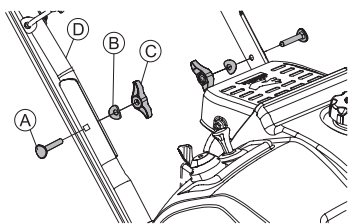

Рис. 3
2. Зафиксируйте верхнюю ручку (D) на нижней части рукоятки с помощью болтов M8 x 55 (A), двух шайб (B) и двух фиксаторов (C) (Рис. 3). Крепеж необходимо предварительно извлечь из нижней части рукоятки.